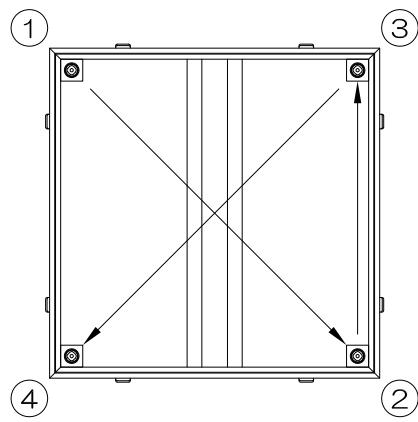

図3
- ボルトは3回程度に分けて①→④の順で均等に緩めて下さい。（図3）